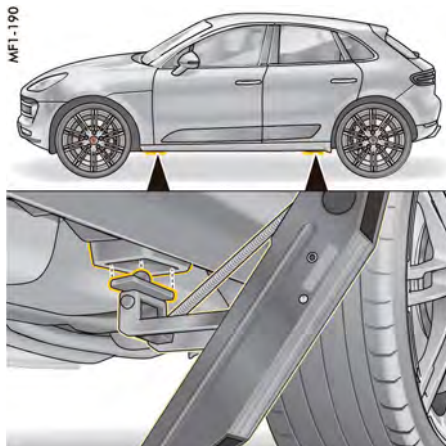

図88: フロントとリアのリフティング・プラットフォームおよびジャッキ用のジャッキ・ポイント
- ▶ 車両は必ず、車両下回りにある規定のジャッキアップ・ポイント(図88)で持ち上げてください。
2. ジャッキが動かないように固定し、ジャッキの皿がジャッキ・ポイントに接するまでジャッキを伸ばしてください。このとき、ジャッキの皿がジャッキ・ポイントの切り欠き(図88)にしっかりと合はまるようにジャッキの位置を調整してください。